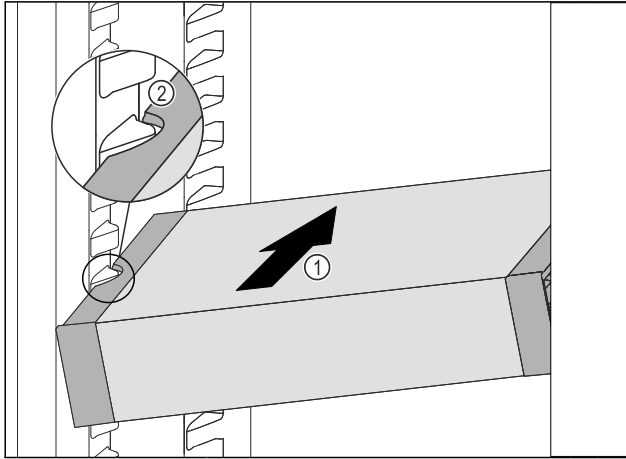

Fig. 114
- ▶ VarioSafe schuin in het koelgedeelte schuiven Fig. 114 (1), tot de uitsparingen aan de zijkant Fig. 114 (2) van de VarioSafe op de hoogte van de rib in het koelgedeelte zitten.